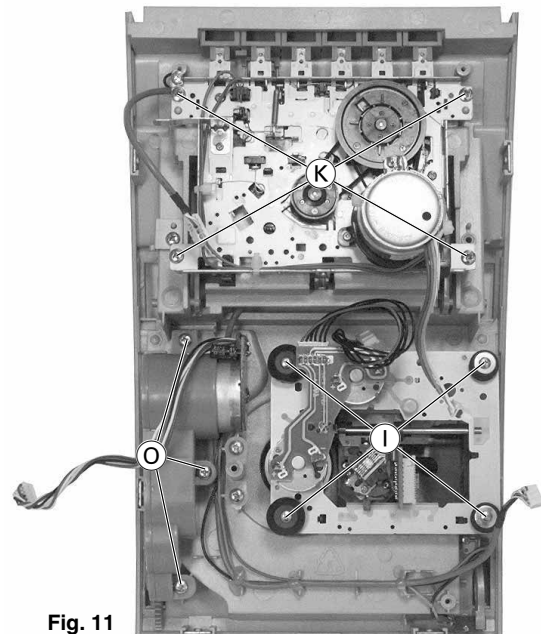

Fig. 11
- 4 Schrauben ① (Fig. 11) herauserschrauben.
- 4 Schrauben ③ (Fig. 11) herauserschrauben.
- Undo 4 screws ① (Fig. 11).
- Undo 4 screws ③ (Fig. 11).
- 3 Schrauben **O** (Fig. 11) heraus-schrauben.
- Undo 3 screws **O** (Fig. 11).